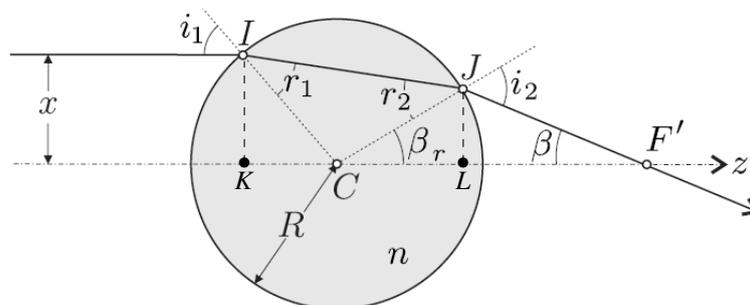

Figure 10: Lentille boule.
Sur la Figure 10 on a représenté la trajectoire d'un rayon lumineux initialement parallèle à l'axe optique (Cz) se propageant dans une lentille boule d'indice optique n placée dans l'air d'indice unitaire. Les rayons incidents et émergents se coupent dans un plan passant par C , perpendiculaire à l'axe (Cz). L'étude sera menée dans l'approximation de Gauss (c'est-à-dire qu'on approximera les fonctions trigonométriques par leur développement limité à l'ordre 1 en 0).
37. En déduire la distance focale f'_L définie comme la distance CF' sur la Figure 10 en fonction de n et R .